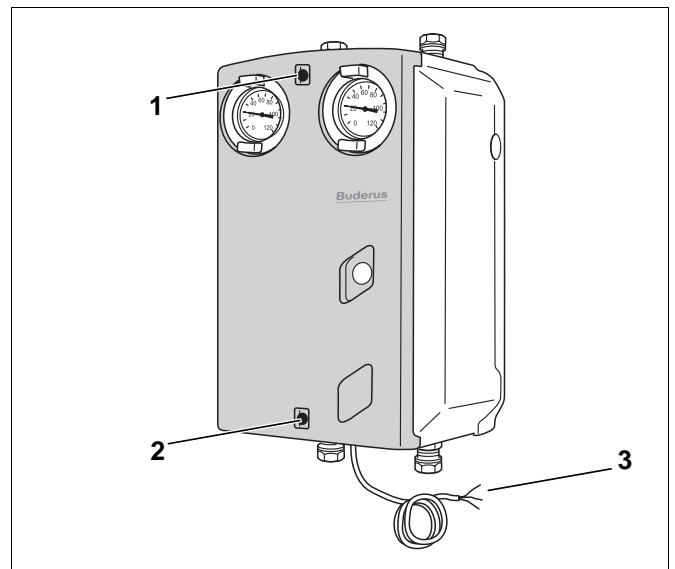

Abb. 5 Demontage - vorderer Wärmeschutz
- Verwenden Sie zur Regelung den Steckdosenregler Logamatic SR 2, so ist der Schukostecker an die Anschlussleitung der Umwälzpumpe (Abb. 5, Pos. 3) anzuschließen.
- Haube der Kompletstation (mit vorderem Wärmeschutz) entfernen. Hierzu müssen die beiden Kunststoffschrauben gelöst werden (Abb. 5, **Pos. 1 u. 2**).